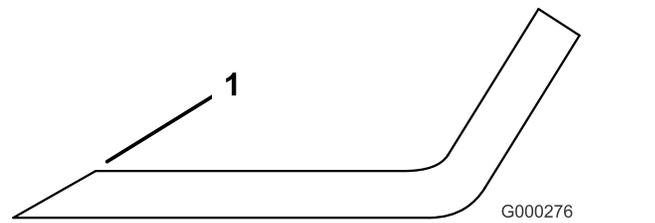

Bild 80
- Prüfen Sie die Schnittkanten aller Messer und schärfen die Kanten, wenn sie stumpf sind oder Kerben haben. Schärfen Sie nur die Oberseite der Schnittkante und behalten Sie den ursprünglichen Schnittwinkel bei (**Bild 80**). Das Schnittmesser bleibt ausgewuchtet, wenn von beiden Schnittkanten die gleiche Materialmenge entfernt wird.